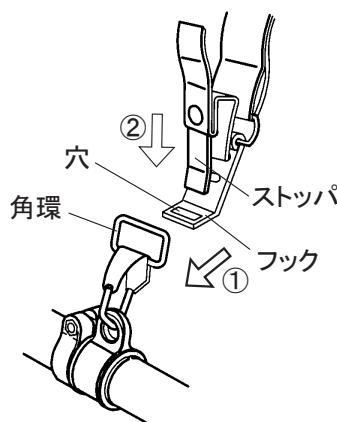

図.4
- ① 図.4のように角環にフックを通して下さい。
- ② ストップをフックの穴に挿入して下さい。